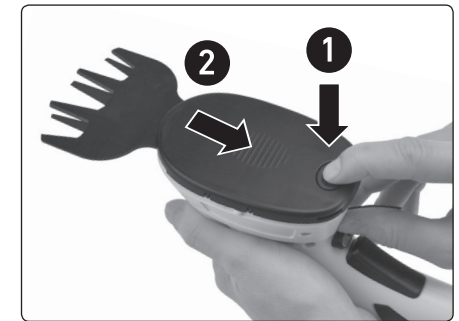

Abb. 2
- Drücken Sie die Taste am hinteren Teil des Aufsatzes (Schritt 1, Abb. 2), dadurch kommt es zum Lösen des Aufsatzes.
- Der Schneidaufsatz zum Gras- oder Heckentrimmen ist an der Schere befestigt und mit einer einrastenden Kunststoffabdeckung gesichert (siehe Abb. 2 und 3).